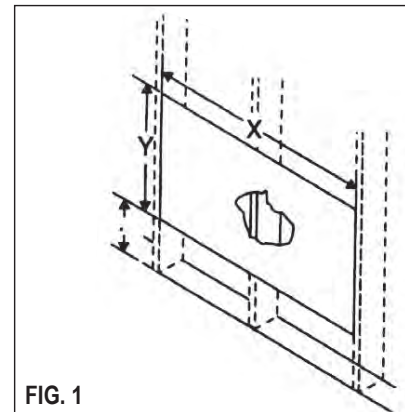

FIG. 1
3. Mida entre los bordes internos de los entramados como se muestra en la Fig.1.
NOTA: Mida y corte con cuidado una abertura con las siguientes dimensiones, según su modelo. (Ver Fig.1 y 2.)